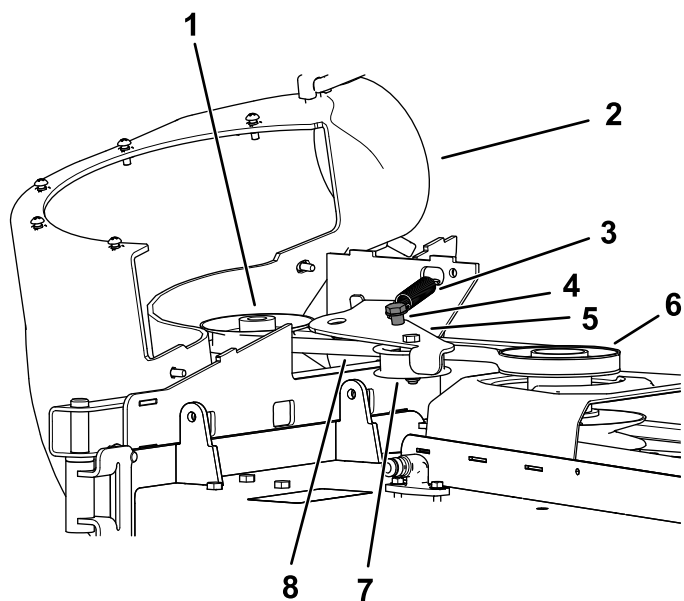

Bild 27
1. Verlegen Sie den Riemen um die Gebläseriemenscheibe (**Bild 26** und **Bild 27**), siehe **11 Einbauen des Gebläses (Seite 16)**.
- Ziehen Sie die gefederte Spannscheibe von der starren Federstrebe weg und verlegen Sie den Riemen um die Riemenscheibe am Mähwerk (Bild 27).
- Verlegen Sie den Riemen um die Antriebsscheibe, wie in Bild 26 und Bild 27 dargestellt.